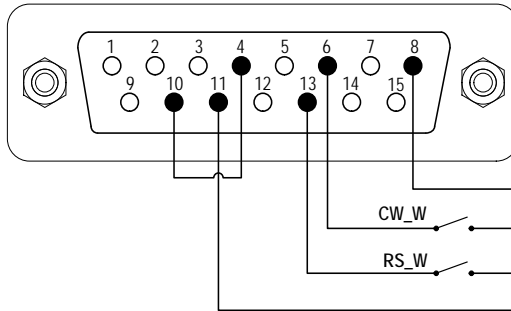
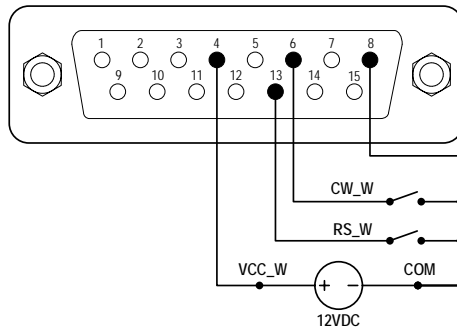

Abbildung 18. Logikpegel-2-Steuerung mit interner 12V-Stromquelle
Abbildung 19. Logikpegel-2-Steuerung mit externer 12V-Stromquelle
- 1) Schalten Sie die Pumpe aus. Verdrahten Sie den DB15-Stecker wie in Abbildung 18 oder Abbildung 19 und verbinden Sie ihn